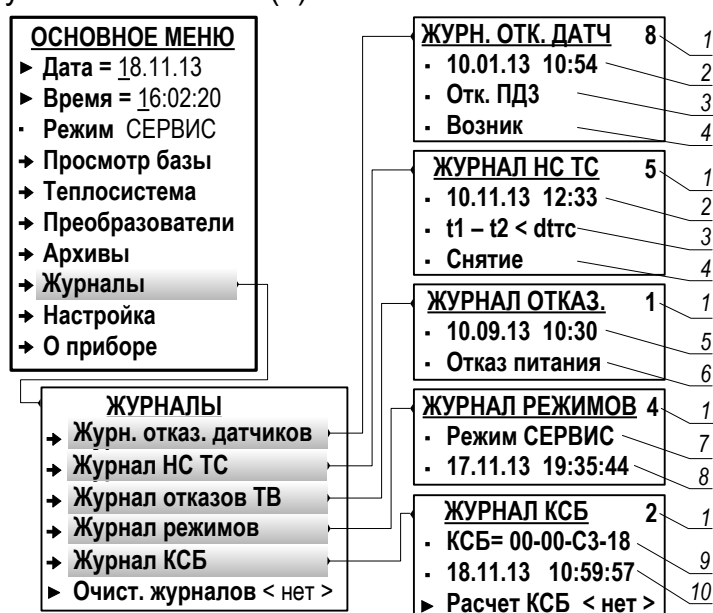

Рис.45. Вид меню «Журналы» (режим СЕРВИС).
7.9.3.3. Журнал отказов датчиков и Журнал НС ТС (рис.45) имеют одинаковую структуру. В журналах сохраняется:
- индексный номер записи (1);
- дата и время возникновения или снятия отказа, НС (2);
- обозначение отказа, НС (3);
- статус отказа или НС (4).
7.9.3.4. Отказы, возникающие в процессе работы тепловычислителя, фиксируются в Журнале отказов ТВ (рис.45). В журнале отказов сохраняется:
- дата и время возникновения отказа (5) (при возникновении отказа по электропитанию ТВ – дата и время устранения отказа);
- обозначение отказа (6).
7.9.3.5. Изменение режима управления ТВ фиксируется в **Журнале режимов** (рис.45).
- наименование текущего режима (7);
- дата и время установления режима (8).
7.9.3.6. В **Журнале КСБ** (рис.45) сохраняется:
- обозначение контрольной суммы базы установочных параметров (9);
- дата и время расчета сохраненной КСБ (10).